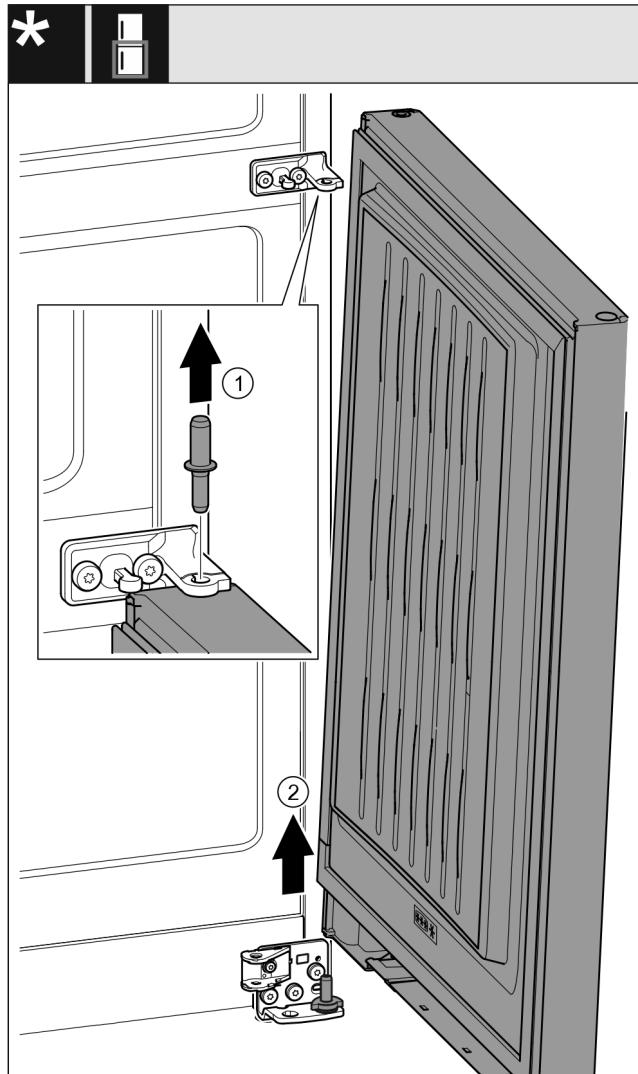

Fig. 20 Mit Schließdämpfer*
- Bolzen Fig. 20 (1) nach oben herausziehen.*
- Tür Fig. 20 (2) herausschwenken, nach oben ziehen und beiseitestellen.*